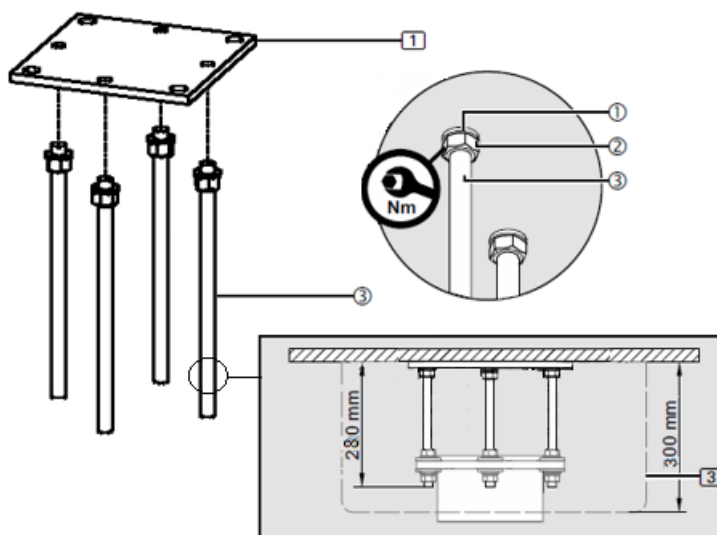

Fig. 5 Montarea plăcii de interfață fără tavan fals
- Pentru ornamentul de tavan (3), care are o înălțime de 300 mm, șuruburile filetate 6/12 M16 x 350 mm (3) trebuie tăiate la 280 mm. A se vedea Fig. 5.
- Îndepărtați ușor bavurile de pe șuruburile filetate M16 x 350 mm (3) pentru a asigura o fixare maximă a filetelor în placa de interfață (1).
- Înșurubați câte o piuliță hexagonală M16 (2) pe fiecare șurub filetat M16 (3), apoi așezați câte o șaibă elastică (1) pe fiecare.